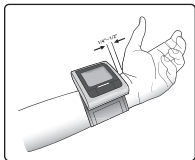

Fig. 2
5. Ajuste el brazalet 1/4" - 1/2" desde el borde de la cabeza del hueso cúbito, Fig. 2.